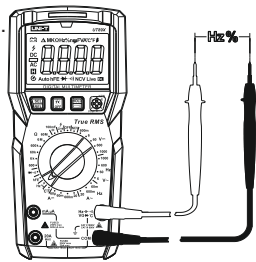

Рис. 9
9.7 Измерение частоты и коэффициента заполнения (Рис. 9)